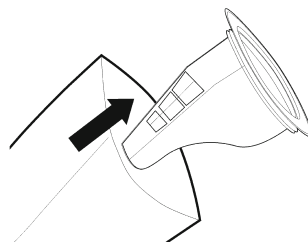

Abb. 10
4. Entfernen Sie den Staubfilter (11) auf der Innenseite des Staubbehälters (10) und leeren Sie diesen aus (Abb. 10).
5. Reinigen Sie den Staubfilter (11) und, falls erforderlich, das Innere des Behälters mit einem trockenen Tuch.